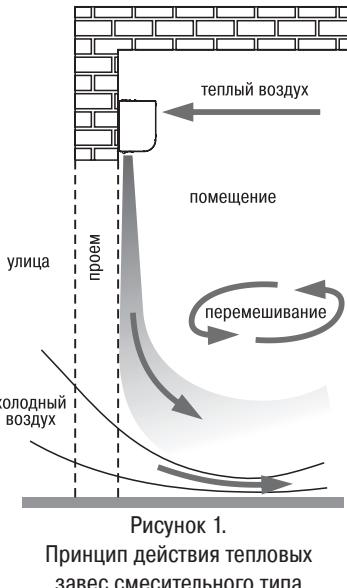

Рисунок 1.
- Принцип действия прибора основан на защите смесительного типа: наружный холодный воздух смешивается с нагретыми струями завесы в пределах тамбура или вестибюля. Подробно принцип действия описан в разделе «Устройство и принцип работы» и на рис. 1.
- режим «Вентиляция» (0) – без включения нагревательных элементов;
- режимы вентиляции с подогревом потока воздуха: режим «ЭКО» (I) – неполная тепловая мощность завесы и режим «Стандарт» (II) – полная тепловая мощность. Ступенчатая регулировка мощности осуществляется двумя рокерными (клавишными) переключателями, обеспечивающими независимое включение нагревателей.
4. Принцип работы тепловой завесы смесительного типа показан на рис. 1. Вентиляторный блок, установленный внутри завесы, всасывает внутренний воздух помещения через воздухозаборные отверстия (3) (см. рис. 2) на передней стороне корпуса, нагревает его нагревательными элементами и выбрасывает нагретый воздух через сопло (4) в виде мощной узконаправленной струи. Нагретые струи завесы интенсивно смешиваются